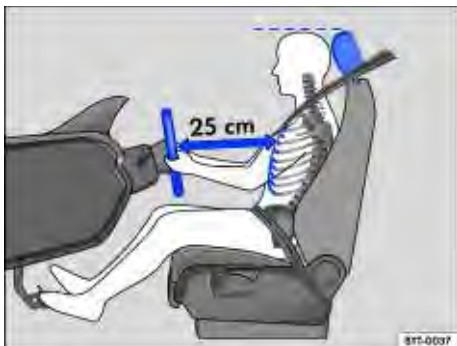
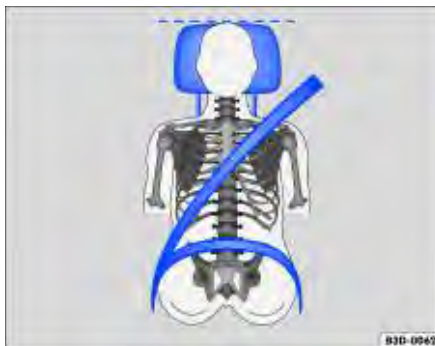

Fig. 37 A distância correta entre o condutor e o volante deve ser de, no mínimo, 25 cm.
Fig. 38 Posição correta do cadarço do cinto de segurança e ajuste correto do apoio para cabeça.
- Ajustar o banco de modo que a distância entre ele e o tórax tenha no mínimo 25 cm ⇒ Fig. 37 e que o condutor possa segurar o volante pela borda externa com as duas mãos e os braços ligeiramente dobrados.
- Para os bancos com apoio para cabeça: ajustar o apoio para cabeça de modo que a sua borda superior se encontre preferencialmente na mesma linha da parte superior da cabeça ⇒ Fig. 37 e ⇒ Fig. 38 – porém não abaixo da altura dos olhos. Posicionar a parte posterior da cabeça o mais perto possível do apoio para cabeça.